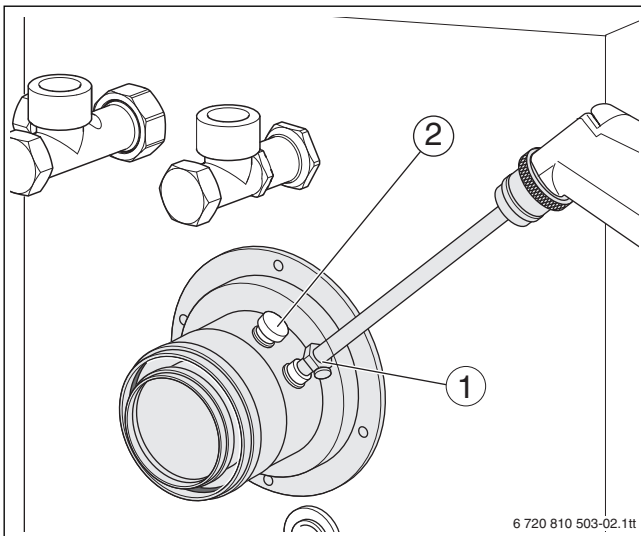

Bild 47 Messwerte aufnehmen
- Messfühler durch die Messöffnung (→ Bild 47, Seite 28) im Abgasrohr in den Kernstrom halten und CO2-Gehalt kontrollieren.